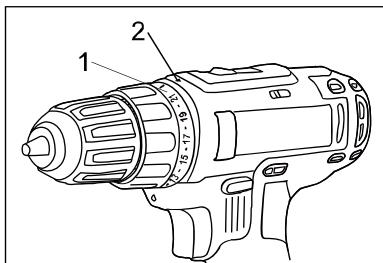

Рис. 3
Поверните кольцо (Рис. 3) до совмещения необходимой цифры со стрелкой (2). Для правильной установки используйте таблицу ниже.